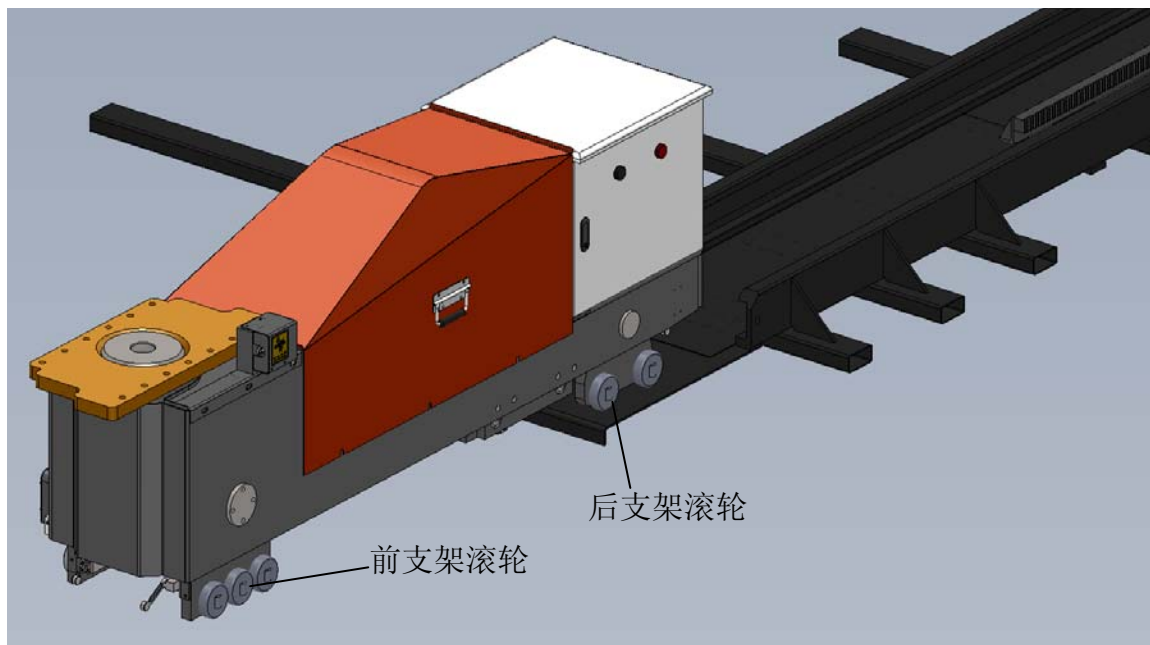

图 1
- 5.2.5 按图 1 所示要求将机箱下面的四个移动支架滚轮套入导轨，将机箱推进导轨。